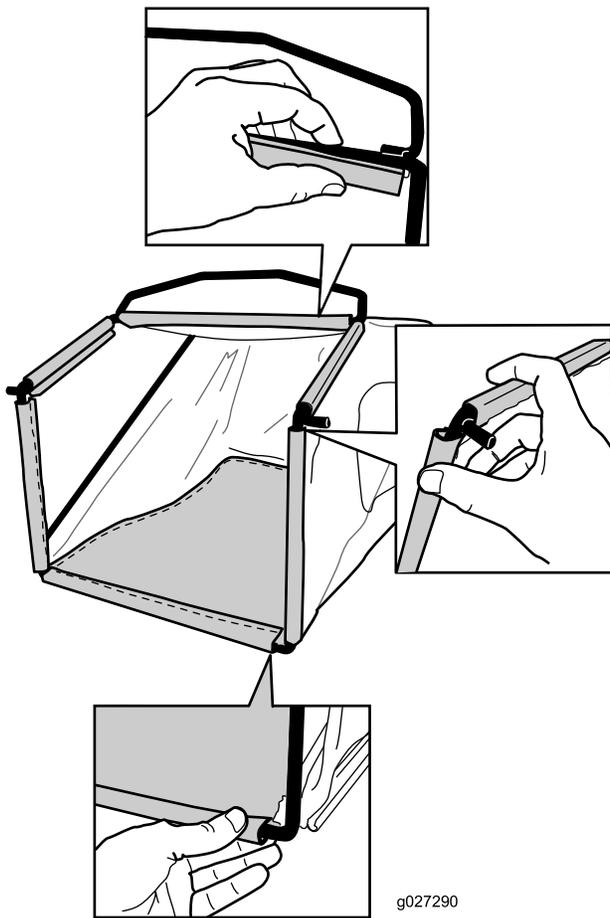

Figura 10
- Enganche el canal inferior de la bolsa en la parte inferior del bastidor (Figura 10).
3. Enganche los canales superior y laterales de la bolsa en la parte superior y en los laterales del bastidor, respectivamente (Figura 10).